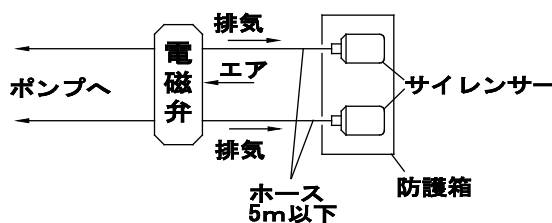
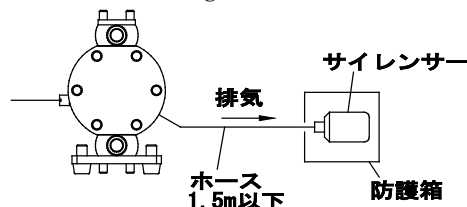

Fig.3.2
Fig.3.3
- ❗ ・ホースの先端部にはダイアフラムが破損した場合の液体の流出を想定して、必ずピット、防護箱などを設置してください。（Fig.3.2、Fig.3.3）